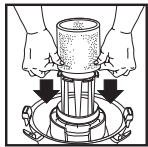

FIGURA 31
61. Con la tapa del depósito en posición invertida, deslice la manga de hule-espuma hacia abajo sobre el alojamiento de la tapa jalando hasta que la manga cubra completamente el alojamiento de la tapa. **FIGURA 31.**